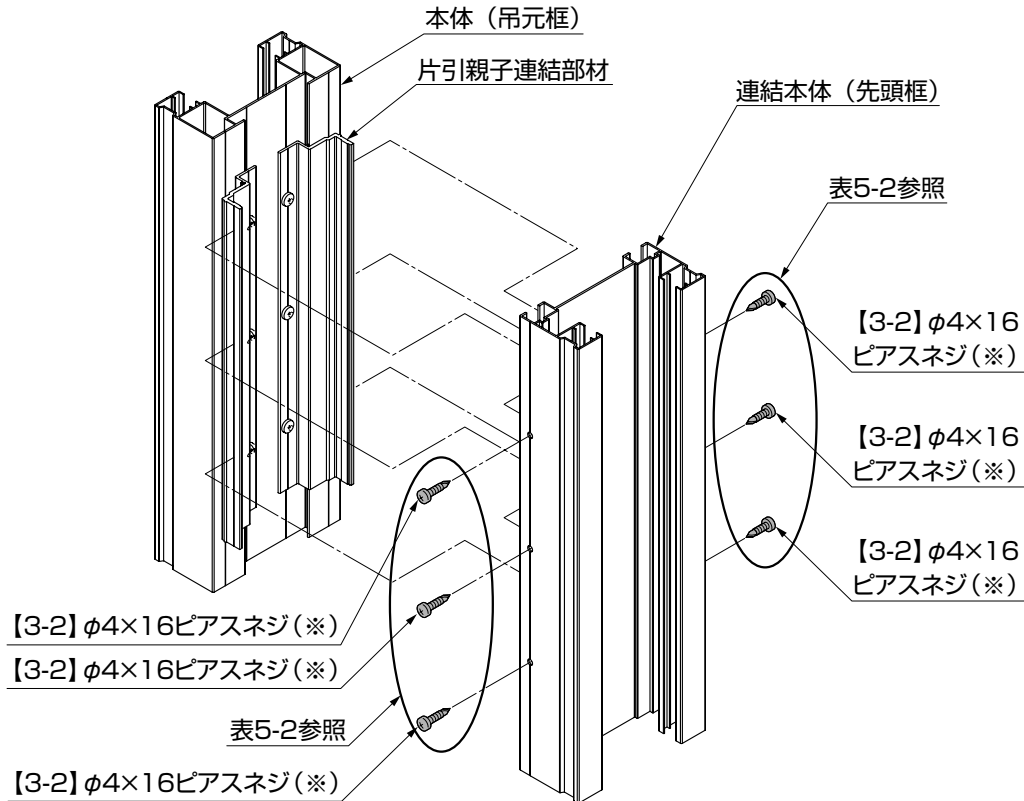
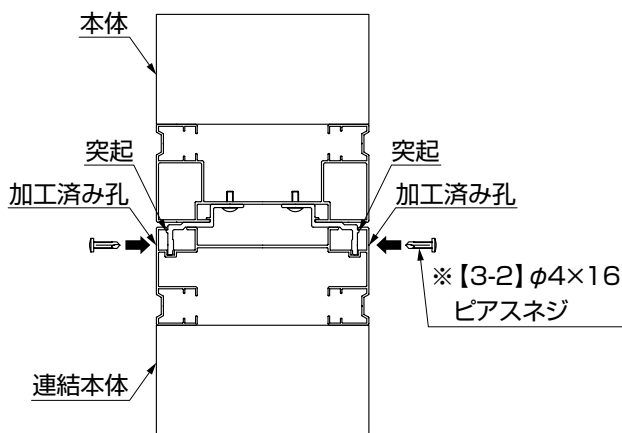

図5-7
図5-8
- ① 連結本体の先頭框に、片引親子連結部材のついた本体を、連結本体と本体の高さを合わせながら挿入してください。(図5-7参照)
- ② 本体をしっかり押さえながら【3-2】で止めしてください。(図5-7、図5-8参照)
- 片引親子連結部材のついた本体と連結本体を連結する場合には、片引親子連結部材の突起(図5-8参照)が連結本体(先頭框)に入り込むまで強く押込んでください。